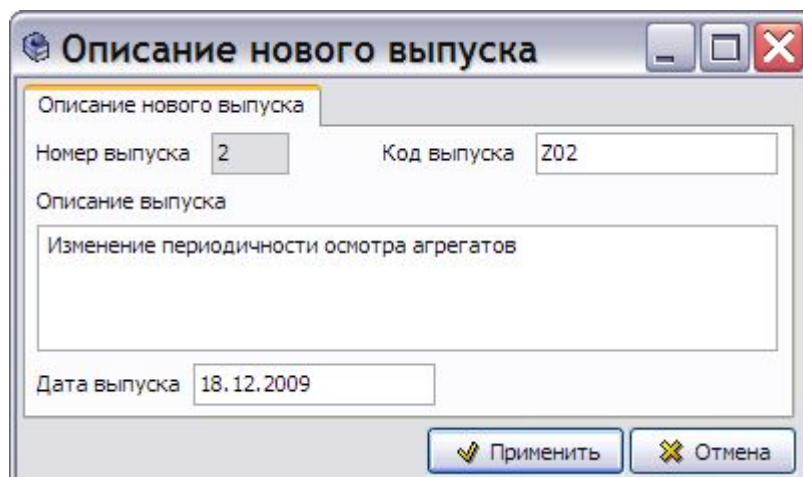

Рис. 11.48
5. В соответствующих полях введите код и описание выпуска, с которым связана публикация, содержащая обновления (Рис. 11.48).